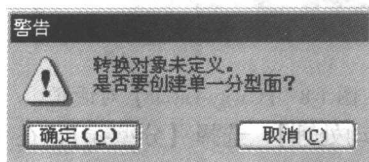

图 1-11 【警告】对话框
10) 选择【分型面功能】，打开创建【分型面对话框】，单击【创建分型面】，呈现图 1-11 所示的【警告】对话框，单击【确定】按钮，创建单一分型面。系统将产生一个分型面，并回到【分型功能对话框】。